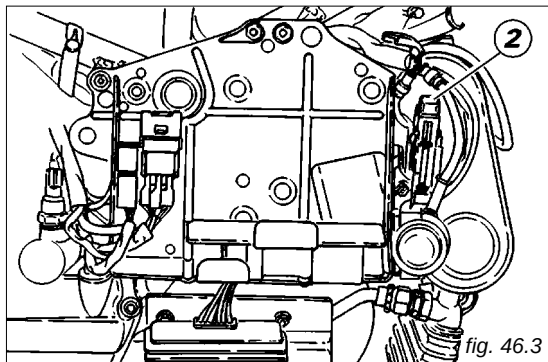

fig. 46.3
Il fusibile posto a lato della batteria (fig. 46.3) protegge il regolatore elettronico. Per accedere al fusibile è necessario rimuovere il cappuccio di protezione (2).